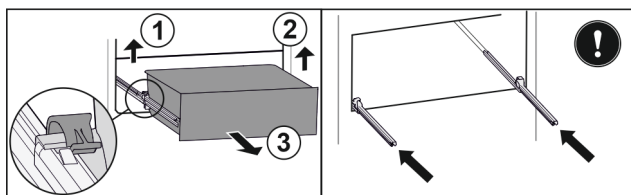

Fig. 101
- Podignite lijevu stezaljku i istovremeno izvucite ladicu lijevo prema naprijed. *Fig. 101 (1)*
- Podignite desnu stezaljku i istovremeno izvucite ladicu desno prema naprijed. *Fig. 101 (2)*
- Izvadite ladicu prema naprijed. *Fig. 101 (3)*